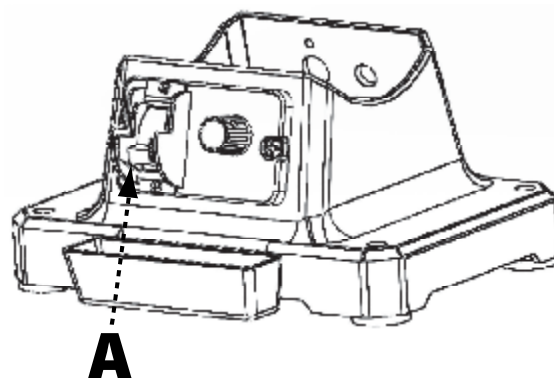

FIGURA 6
El interruptor de encendido/apagado (A) se encuentra al frente de la rectificadora. Vea la Figura 6. Para encender la máquina, suba el interruptor a la posición "ON" (Encendido). Para apagar la máquina, baje el interruptor hacia la posición "OFF" (Apagado).